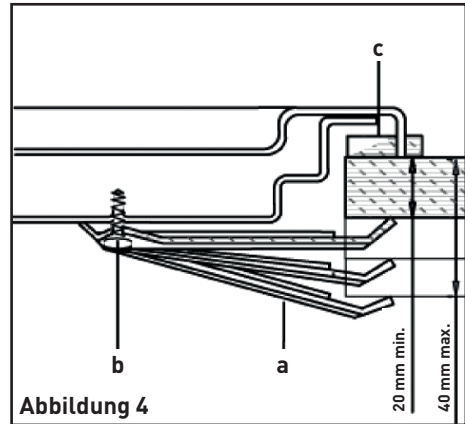

Abbildung 4
• Drehen Sie das Kochfeld um und montieren Sie Klammern „a“ an den dafür vorgesehenen Stellen, indem Sie die Schrauben „b“ nur leicht anziehen (siehe Abb. 4).